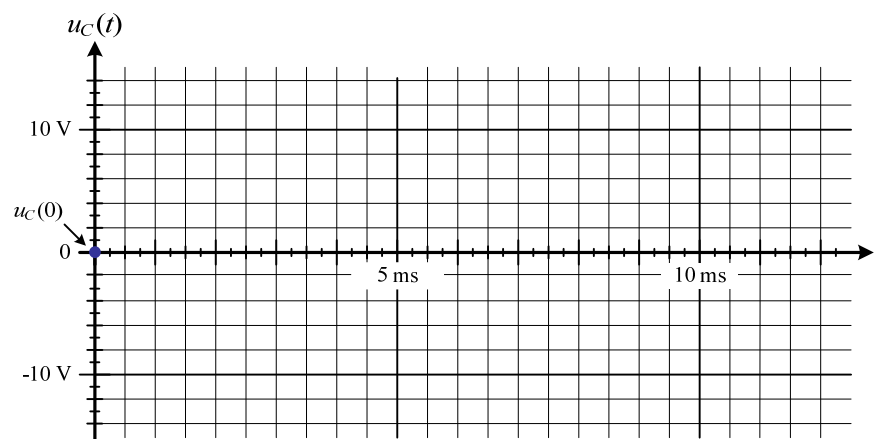

Abb. 2: Zeitlicher Verlauf der Ausgangsspannung u_C des Integrators.
- 3) Zeichne für eine konstante Eingangsspannung $u_E = 2\text{V}$ und $R_1 = 1\text{k}\Omega$, $C_1 = 1\mu\text{F}$ den zeitlichen Verlauf der Ausgangsspannung u_C des Integrators in **Abb. 2** ein. Beachte, dass der Umschalter S_1 in Abhängigkeit von u_C bzw. u_{A1}/u_{A2} umgeschaltet wird. Dabei sei zum Zeitpunkt $t = 0$ die Ausgangsspannung des Integrators $u_C = 0$ und der Umschalter S_1 verbinde die Spannung $+u_E$ mit dem Widerstand R_1 .